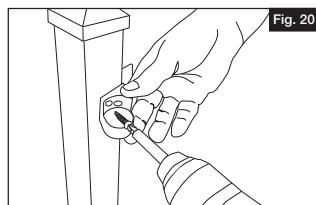
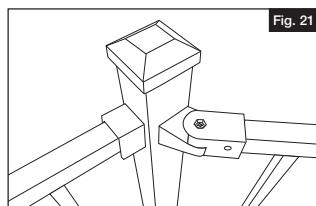

Fig. 20
Fig. 21
- Compruebe el ajuste los paneles de barandal y corte a la longitud deseada para su instalación específica. Siga los métodos generales descritos anteriormente para finalizar la instalación en ángulo (Fig. 20 y Fig. 21).